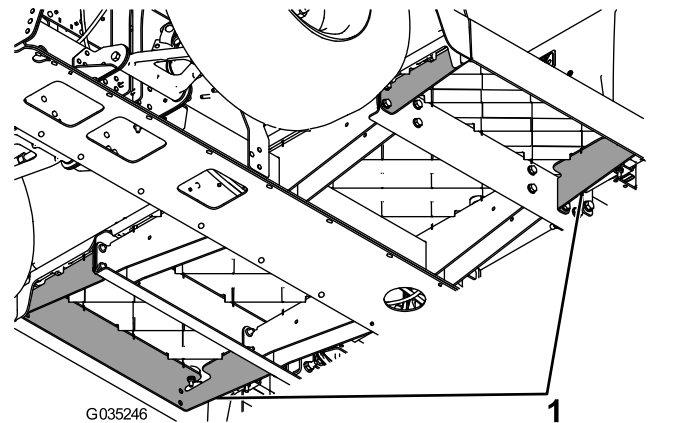

Рисунок 4
3. Снимите одну из имеющихся опор панели пола (Рисунок 4).
- Снимите вторую из имеющихся опор панели пола (Рисунок 4).